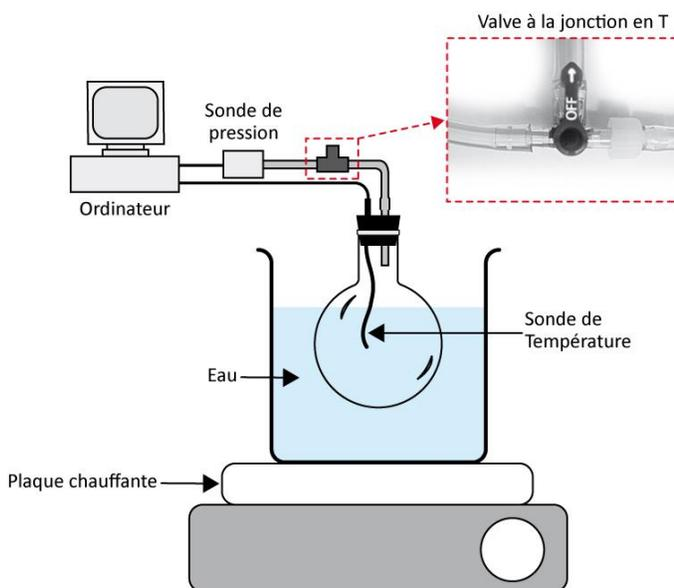

Figure 1 – Schéma du montage: pression vs. température
Étape 2. Assurez-vous que votre montage correspond au schéma présenté à la Figure 1. Il s'agit d'une ampoule de verre close connectée à une sonde de pression et une sonde de température. Procurez-vous un bécher de 600 mL près de l'évier devant la classe et remplissez-le d'eau tiède (température de la pièce) jusqu'à la marque de 350 mL (à moins que le personnel des laboratoires ne l'ait déjà fait pour vous). Déposez le bécher sur la plaque chauffante et abaissez l'ampoule afin que la partie sphérique de l'ampoule soit presque totalement recouverte d'eau. Vous devriez alors lire une température près de 22 °C une pression autour de 100 kPa.
- Connectez la seringue de 60 mL à la jonction en T (voir la Figure 1).